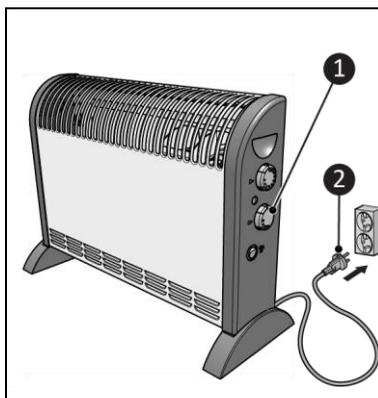

Figura 7
2. Asigurați-vă că butonul de alimentare este în poziția OFF (OPRIT) (Figura 7, poz. 1).
3. Introduceți ștecărul (Figura 7, poz. 2) într-o priză de perete, ușor accesibilă. Utilizați o priză de perete cu putere minimă de 2000 Watt.
3. Scoateți ștecărul din priză (Figura 7).